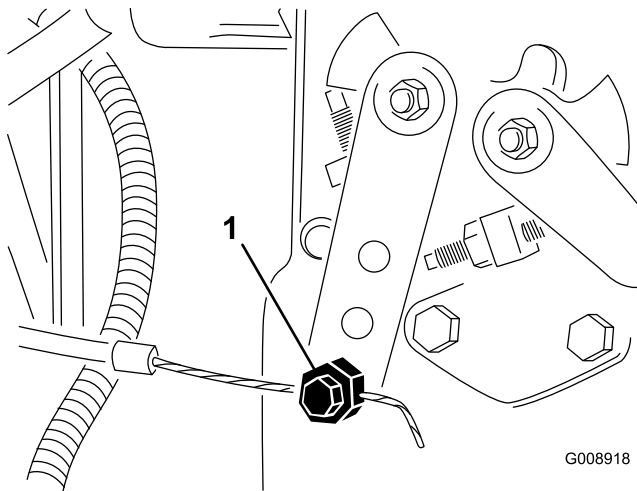

Рисунок 74
2. Ослабьте соединитель тросика дроссельной заслонки на плече рычага инжекторного насоса (Рисунок 74).